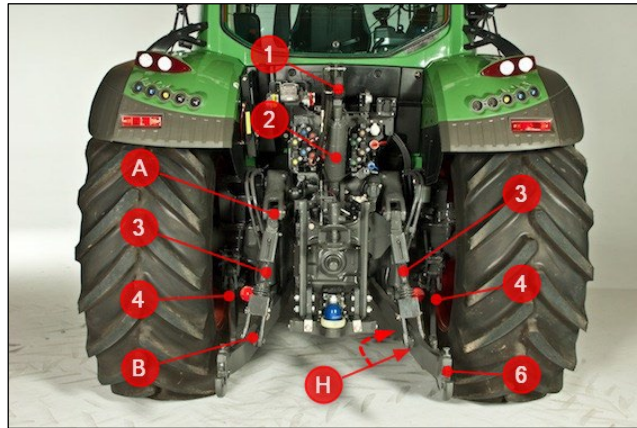

Figura 8-Schema dei punti di attacco sulla trattrice / Illustration of the attachment points on the tractor.
Con riferimento alla Figura 8, procedere alla regolazione dell'attacco a tre punti come di seguito:
- Le distanze tra i punti **A** e **B** devono essere uguali tra lato destro e sinistro del trattore. I bracci devono essere avere una leggera mobilità laterale (Figura 8).